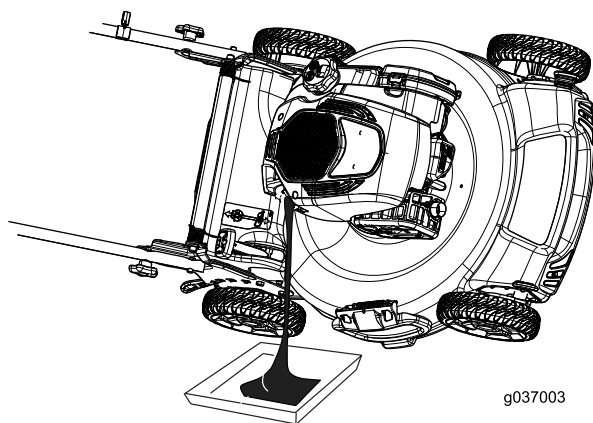

Bild 32
4. Kippen Sie die Maschine seitlich (Luftfilter nach oben), um das Altöl aus dem Öleinfüllstutzen abzulassen (Bild 32).